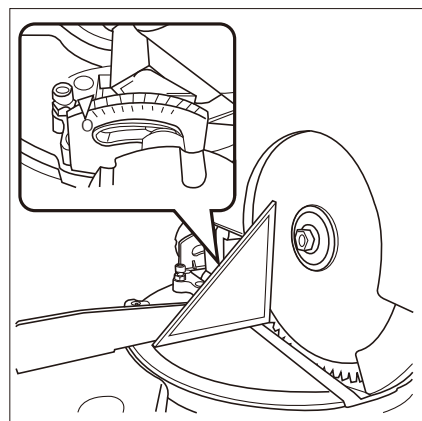

図17
- ①ターンテーブルとノコ刃が直角になったときに、アームの▼部が角度目盛0度になっているかを確認してください。(図17参照)